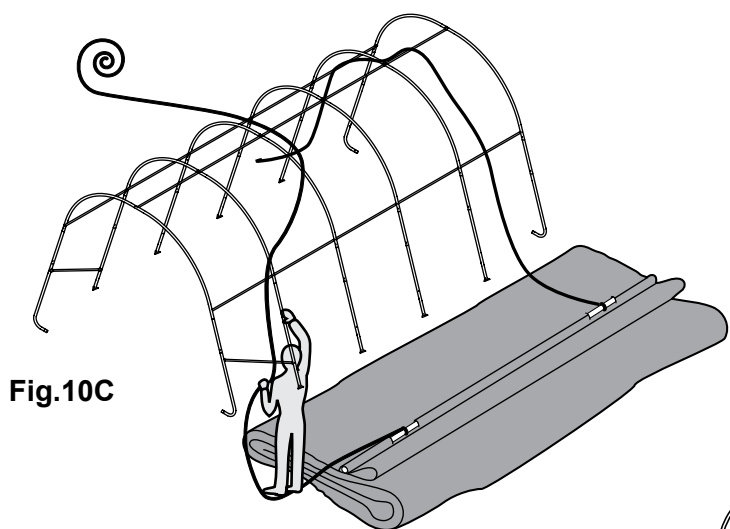

Fig.10C
**C.** Fixez une corde à chaque tuyau exposé, puis lancez l'autre extrémité de chaque corde par-dessus l'armature (fig. 10C).